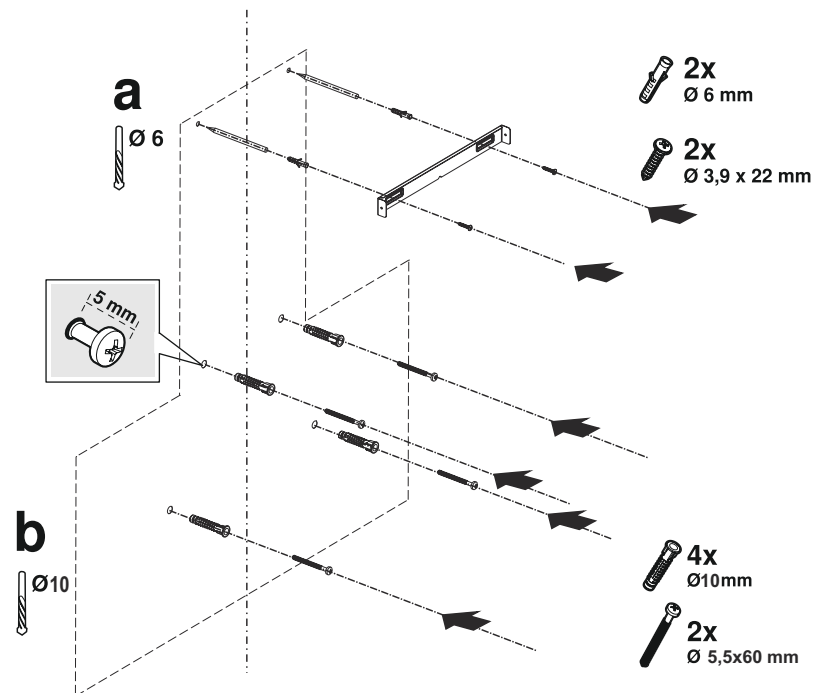

Fig. 11
- Der er et hak i midten af skorstensbeslaget. Placer midtpunktet af dette indhak på den linje, du tegnede på væggen juster den vandret og marker hullerne, hvor skorstensbeslaget skal monteres med en blyant (Fig. 11/a). Bor de markerede punkter med et Ø6 mm bor og kø 2 x Ø6 mm rawplugs ind i disse huller (Fig. 11/a). Fastgør skorstensbeslaget til væggen med 3,9x22 skruer (Fig. 11/a).
3. ➔ For at bore hullerne ud til emhætten skal du klæbe monteringskabelonen på overfladen, hvor enheden skal monteres og markere monteringshullerne (Fig. 11/b)..
4. ➔ Bor ud til vinkelbeslagene med et Ø8mm bor og bank rawplugsne ind i væggen (Fig. 11/b).
Skrue 2 stykker 4,8x50 ophængsskruer i med et mellemrum på 5 mm mellem skruehovedet og væggen (Fig. 11/b).